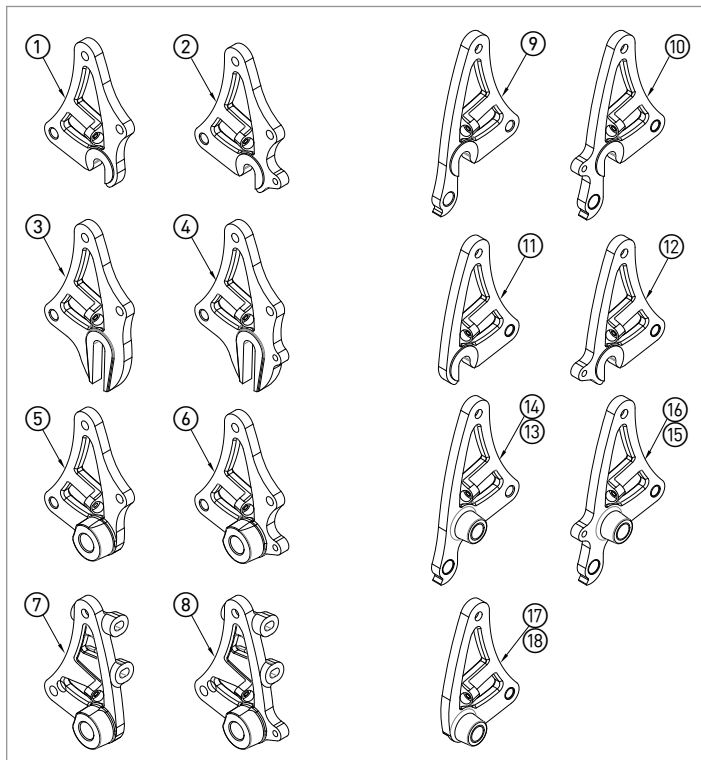

Figure 1
Les pattes Alternator sont uniquement compatibles avec les cadres Salsa conçus pour les pattes Alternator avec des écartements de pattes arrière de 135/142, 170/177 ou 190/197 mm. Les plaques oscillantes de la patte Alternator font partie d'un système de conception modulaire qui permet de les remplacer en cas de dommage ou de perte et de les adapter au blocage rapide (BR), à l'axe traversant (AT) et aux moyeux Rohloff ainsi qu'aux diverses configurations de la transmission. Les options de plaques oscillantes de rechange disponibles sont : (Voir figure 1)